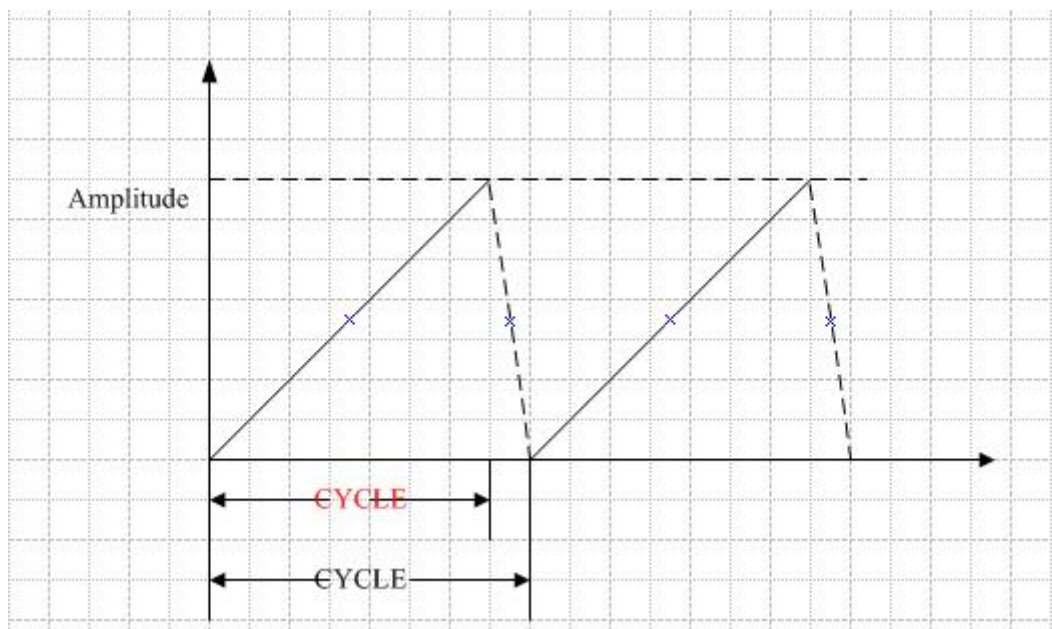

图 47 周期图
- 当 $BASE=0$ 且函数类型为 `SAWTOOTH_RISE` 或 `SAWTOOTH_FALL` 时, `CYCLE` 所示循环周期如图 47 黑色字体所示, 而不是红色字体所示 (因为实际的信号产生中, 不会有直上直下的波形, 即一个时间点对应两个值的情况)。